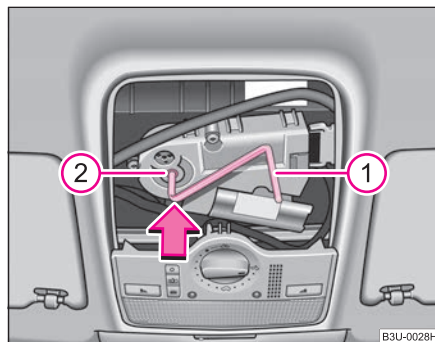

Fig. 34 Detalle del revestimiento interior del techo: Accionamiento de emergencia
- Introduzca la manivela a presión ① en el orificio hexagonal hasta el tope ② ⇒ fig. 34.